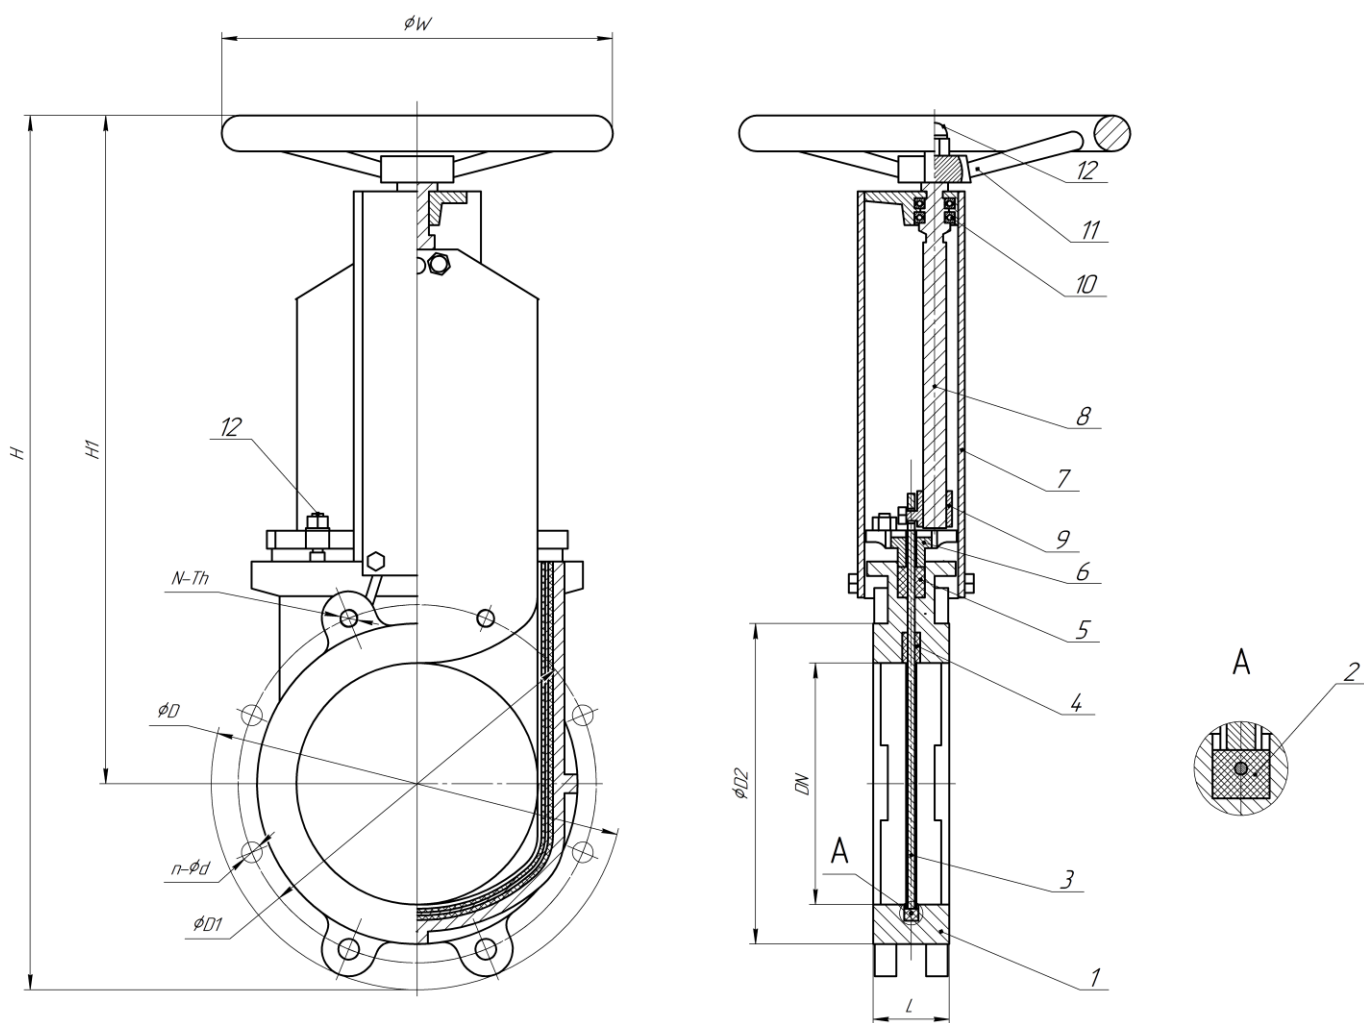

Рисунок 1. Задвижка с маховиком и невыдвижным шпинделем DN50-400
6) очистить полость сальника, установить шибер (3) и установить новое сальниковое уплотнение (рис. 1,2 приложения).
7) установить прижимной фланец (6) и равномерно, по перекрестной схеме затянуть гайки, соблюдая одинаковое расстояние между прижимным фланцем (6) и шибером (3) с обеих сторон (рис. 1,2 приложения);
9) проверить правильность центровки сальникового уплотнения (5) и плавность хода, выполнив несколько открытий и закрытий задвижки. При обнаружении течи через сальник задвижки, необходимо равномерно подтянуть гайки прижимного фланца (6) (рис. 1,2 приложения).